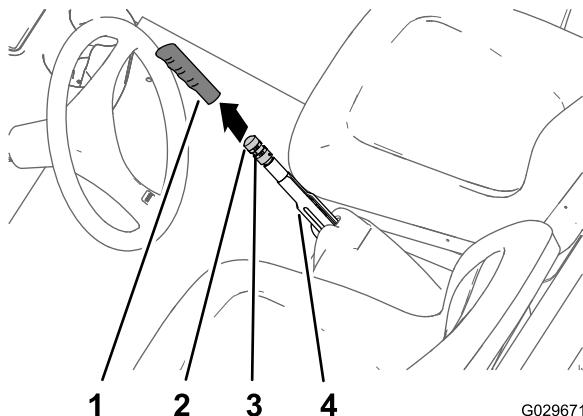

Figura 53
1. Retire la empuñadura de la palanca del freno de estacionamiento (Figura 53).
2. Afloje el tornillo de fijación que sujeta el pomo de ajuste del freno a la palanca del freno de estacionamiento (Figura 53).
3. Gire el pomo de ajuste del freno hasta que se requiera una fuerza de 133–156 N·m en la palanca del freno para poner el freno (Figura 53).
- Apriete el tornillo de fijación e instale la empuñadura (Figura 53).
- Retire la empuñadura del freno de estacionamiento (Figura 53).
- Afloje el tornillo de fijación (Figura 53) que sujetá el pomo de ajuste del freno a la palanca del freno de estacionamiento, quite el freno de estacionamiento y afloje el pomo de ajuste del freno.
- Gire el pomo de ajuste del freno (Figura 53) hasta que se requiera una fuerza de 133–156 N·m para poner el freno.
- Gire el pomo de ajuste del freno (Figura 53) hasta que se requiera una fuerza de 133 a 156 N·m para poner el freno.